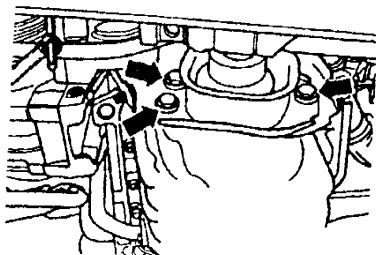

图 4-98 拆卸扭矩反应器支架隔套
(1) 拆下油底壳护板, 排空发动机机油。
(2) 拆卸多楔带前, 须用粉笔标出旋转方向 (若安装后, 皮带沿错误方向运转, 则皮带可能断裂)。拧松空调多楔带张紧轮紧固螺栓, 松开多楔带并拆下。
(3) 拆卸叶片泵、发电机及粘液型风扇多楔带, 用 5×60mm 螺栓将粘液型风扇皮带轮紧固到位。用内六角弯头扳手拧松螺栓, 分离粘液型风扇并将其向前移入导风罩。拧下扭矩反应器支架隔套的紧固螺栓, 如图 4-98 所示。